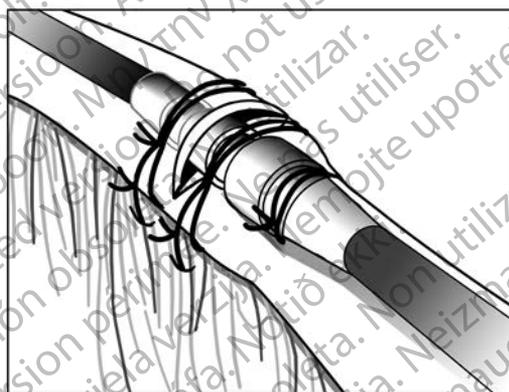

Figura 14. Ejemplo de manguito de sutura, técnica de venotomía
3. Utilice el mismo surco para fijar el cable y la vena a la fascia adyacente (Figura 14 Ejemplo de manguito de sutura, técnica de venotomía en la página 35).